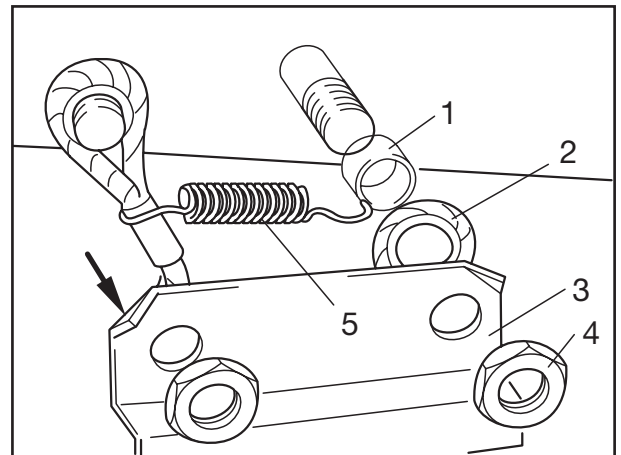

Fig. 1
- Visser de nouveaux écrous de sûreté M 24 (fig. 1/1) et serrer au couple de serrage prescrit de 420 Nm (390 - 460 Nm).
- [1] Zugfedern (Fig. 1/5) aushängen, falls vorhanden.
- [2] Befestigungsmuttern (Fig. 1/4) entsichern und abschrauben, Formblech (Fig. 1/3) und Fangseil (Fig. 1/2) von den Gewindebolzen abnehmen.
- [3] Bei längeren Bolzen die Distanzhülsen (Fig. 1/1) anschließend abnehmen.
- [4] Distanzhülsen (Fig.1/1) aufschieben.
- [5] Ein Ende des Fangseils (Fig. 1/2) auf einen Gewindebolzen stecken, das andere Ende unter die Achse, zwischen Achskörper und Bremsnockenwelle, führen. Zugfeder einhängen und mit dem Seil auf den zweiten Gewindebolzen stecken.
- [6] Formblech (Fig. 1/3) ansetzen, Befestigungsmutter (Fig. 1/4) aufschrauben und festziehen.
- [7] Nach Festziehen der Muttern Formblech an eine gerade Fläche der Muttern anschlagen (Fig. 1)
- [1] Dismantle tension spring (Fig. 1/5), if fitted.